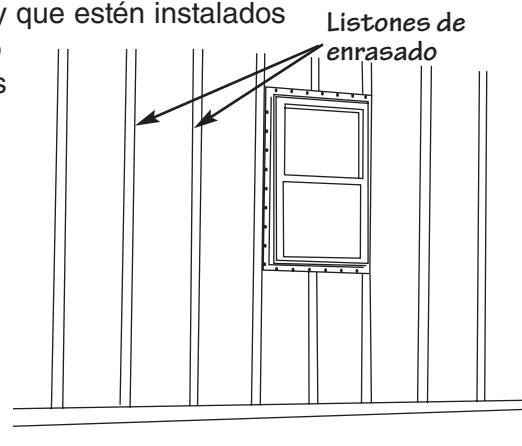

Figura 25.
- Revise que todas las paredes estén uniformes y que estén instalados los tapajuntas en donde sea necesario. Cuando instale las tiras de tapajuntas, tome las medidas adecuadas para asegurarse que la superficie quede uniforme y continua. (Figura 25).